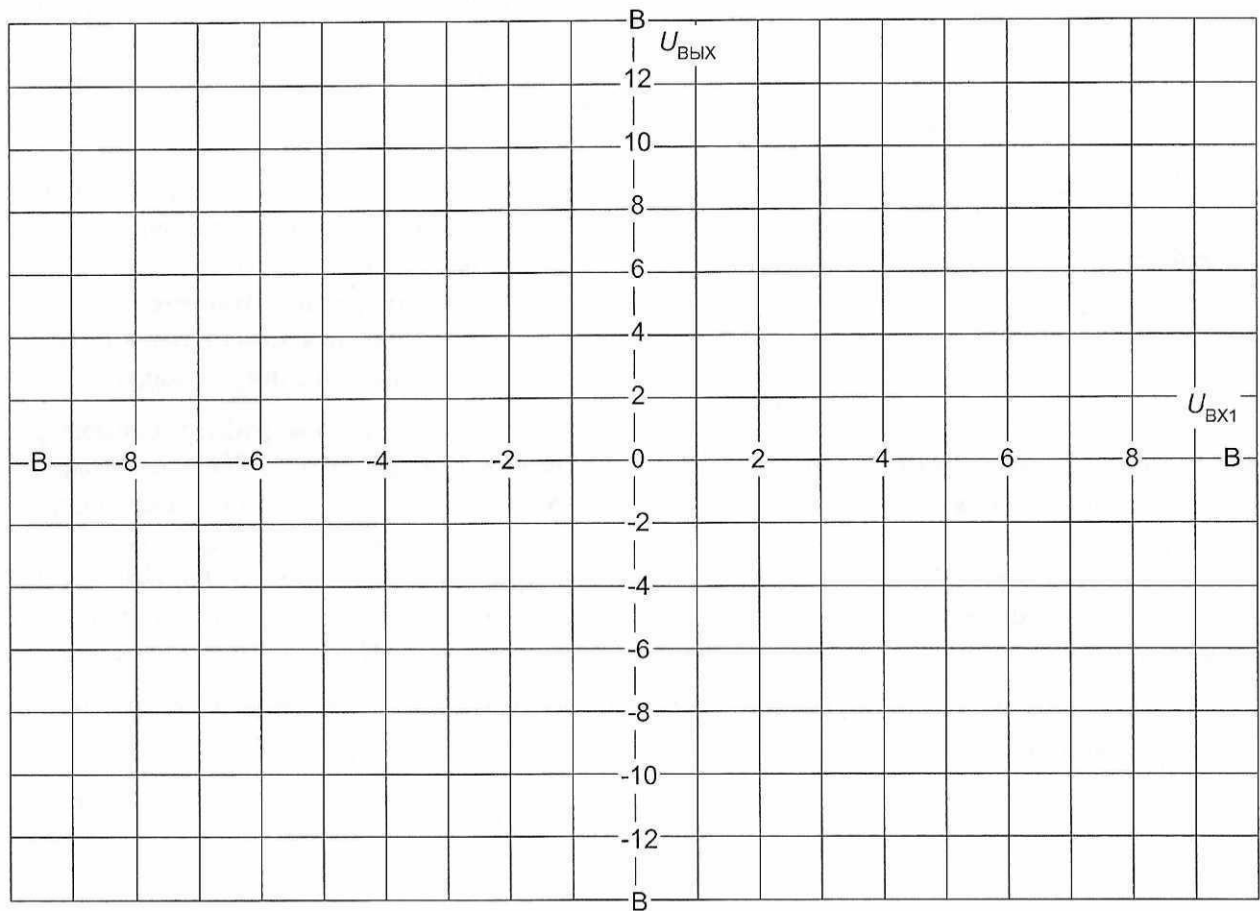

Рис.3.5.8
- Установите $U_{ВХ1} = -4$ В и измерьте значения выходного напряжения $U_{ВЫХ}$ при различных входных напряжениях $U_{ВХ2}$, указанных в верхней строке табл. 3.5.3. Повторите измерения для $U_{ВХ1} = 0$ В и $U_{ВХ1} = +4$ В. На рис. 3.5.8 постройте графики $U_{ВЫХ}(U_{ВХ2})$ при разных значениях $U_{ВХ1}$.